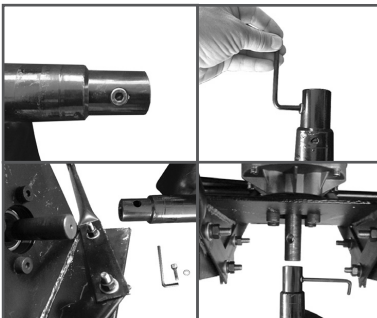

Рис. 5 Установка шнека
10. Выкрутите болт крепления шнека (Рис.5).
2. Снимите крепеж шнека (Рис.5). Отсоедините двигатель от шнека и убедите его в сторону. Двигатель должен опираться на грунт рукоятками и валом отбора мощности.